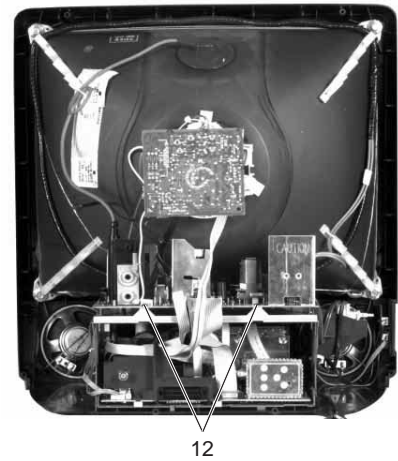

Fig. 2
- 2 Schrauben (Pos. 12) entfernen (Fig. 2).
- Undo the 2 screws (Pos. 12, Fig. 2)